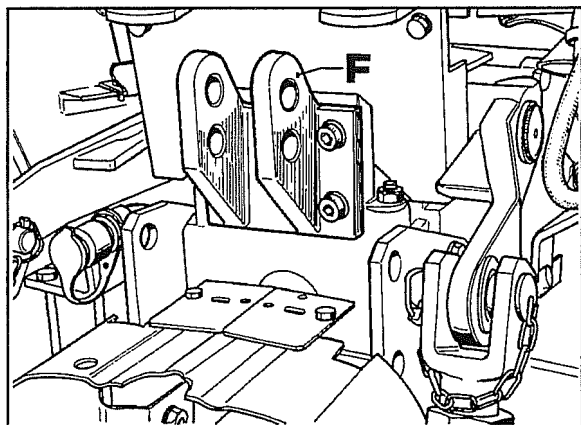

Fig. 7
- 3 Per arrivare al suddetto interruttore occorre togliere l'attacco 3° punto **F** fig.7.